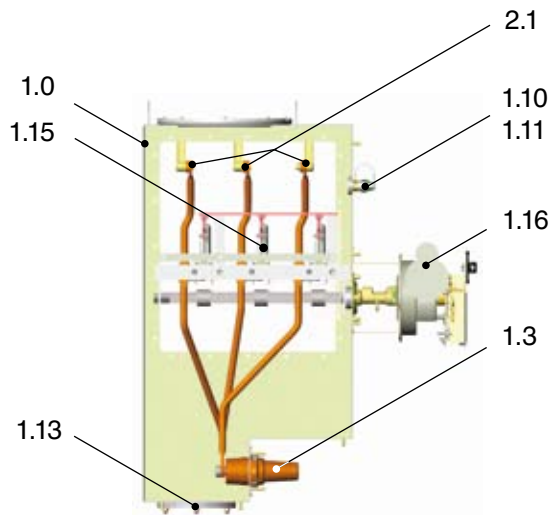

Рис. 5.6. Модуль ячейки с трехпозиционным выключателем нагрузки, 630 А
*Модуль ячейки с трехпозиционным выключателем нагрузки с опциональными предохранителями (рис. 5.6 и 5.7)*